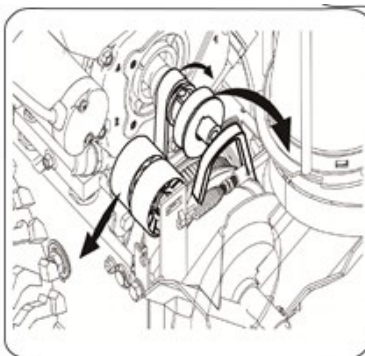

Abb.29
- Heben Sie den Riemen von der Motorriemenscheibe ab. Siehe Abbildung 29.